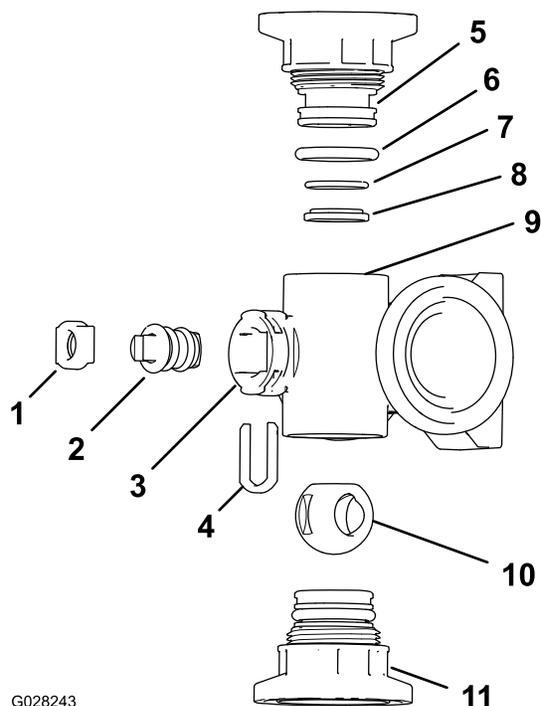

Bild 72
2. Nehmen Sie das Anschlussstück mit den zwei Endkappen von jedem Ende des Verteilergehäuses ab (Bild 72 und Bild 73).
- Nehmen Sie den Schafthalter aus den Schlitzen im Schaftanschluss im Verteiler heraus (Bild 72 und Bild 73).
- Nehmen Sie den Schafthalter und den Ventilschaftsocket aus dem Verteiler heraus (Bild 72 und Bild 73).
- Fassen Sie in das Verteilergehäuse und nehmen Sie den Ventilschaft heraus (Bild 72 und Bild 73).
- Überprüfen Sie den Zustand der O-Ringe des Auslaufanschlussstücks (nur Abschnittsventilverteiler), der Endkappen-O-Ringe, der hinteren O-Ringe und den Kugelsocket auf Beschädigungen oder Abnutzung (Bild 72 und Bild 73).
- Fetten Sie den Ventilschaft ein und setzen ihn in den Ventilschaftsocket (Bild 72 und Bild 73) ein.
- Setzen Sie den Ventilschaft und den Socket in den Verteiler und befestigen Sie den Schaft und den Socket mit dem Schafthalter (Bild 72 und Bild 73).
- Stellen Sie sicher, dass die hinteren O-Ringe und der Kugelsocket ausgefluchtet sind und im Endkappen-Anschlussstück sitzen (Bild 72 und Bild 73).
- Bringen Sie das Endkappen-Anschlussstück am Verteilergehäuse an, bis der Flansch des Endkappen-Anschlussstücks das Verteilergehäuse berührt (Bild 72 und Bild 73), drehen Sie das Endkappen-Anschlussstück dann um eine weitere Achtel- oder Vierteldrehung und ziehen es bis auf 2,26-2,82 N·m an.